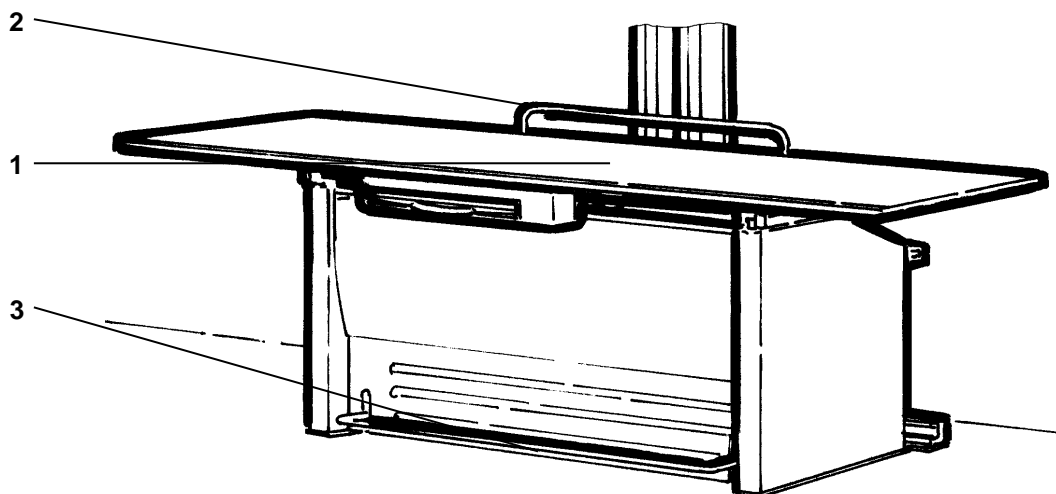

Abbildung 2-1 PROGNOST
Der Handgriff (Abbildung 2-1/2) erleichtert das Auf- und Absteigen des Patienten.
Durch Betätigung des Bremsbügels (Abbildung 2-1/3) mit dem Fuß werden die Bremsen der Tischplatte (Abbildung 2-1/1) gelöst, wobei die Tischplatte schwimmend von Hand verschoben werden kann.
Vor dem Auf- und Absteigen des Patienten die Tischplatte (Abbildung 2-1/1) in die vordere Position bringen!
- Durch Betätigung des Bremsbügels (Abbildung 2-1/3) mit dem Fuß die Bremsen der Tischplatte (Abbildung 2-1/1) lösen.
- Die Tischplatte (Abbildung 2-1/1) so verstellen, dass der Zugang für den Patienten zur Tischplatte erleichtert wird.
- Den Bremsbügel (Abbildung 2-1/3) loslassen.
- Den Patienten auf die Tischplatte (Abbildung 2-1/1) steigen und sich hinlegen lassen.
- Durch Betätigung des Bremsbügels (Abbildung 2-1/3) kann die Tischplatte (Abbildung 2-1/1) mit Patient positioniert werden.
- Die Tischplatte (Abbildung 2-1/1) so verstellen, dass das Absteigen für den Patienten von der Tischplatte erleichtert wird.
- Den Patienten von der Tischplatte (Abbildung 2-1/1) steigen lassen.